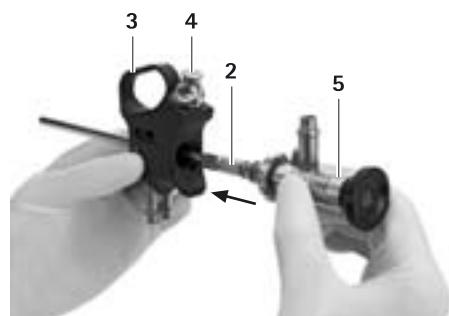

Fig. 4
- Introdurre lo stelo di aspirazione/irrigazione MINOP TREND **2** con l'endoscopio MINOP TREND **5** da dietro nell'impugnatura finché lo stelo di aspirazione/irrigazione MINOP TREND **2** scatta in posizione, vedere Fig. 4.